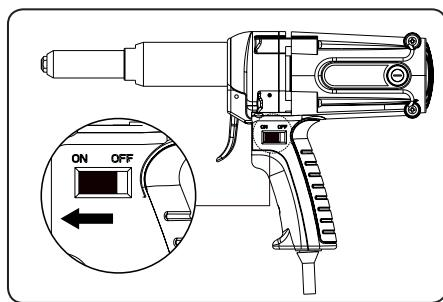

Fig.3
a) Impostare l'interruttore di funzionamento della pistola rivettatrice in posizione „ON”, vedere Fig.3.